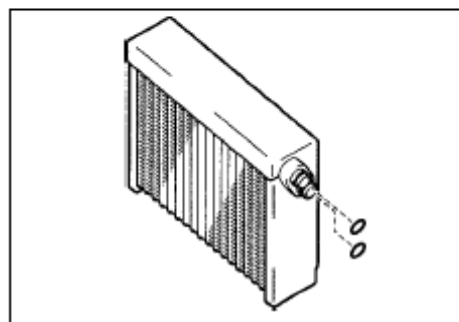

Рис. 457
- (2) Снимите 2 круглых уплотнительных кольца из штуцеров испарителя(рис. 457)